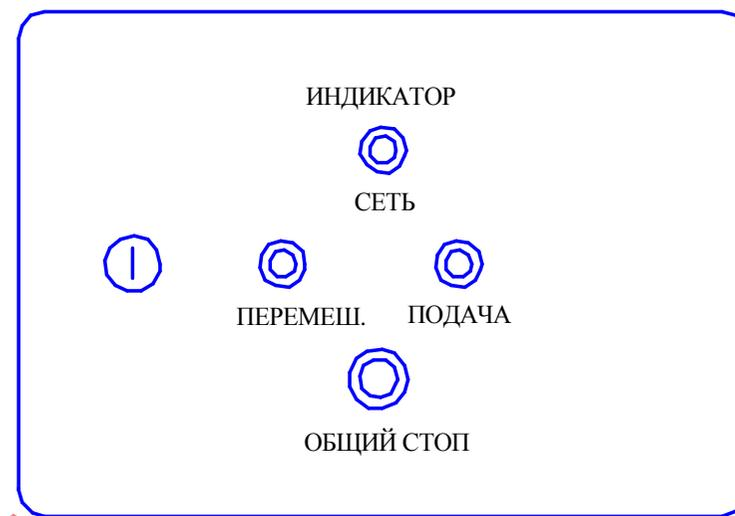

Рис.3 – Шкаф управления (панель управления). Общий вид
6.1. Управление растворосмесителем осуществляется единым блоком управления (рис. 3).